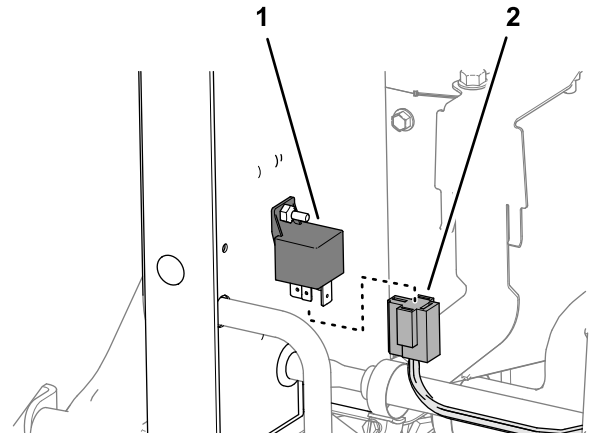

Figura 11
1. Rimuovete il connettore a 4 pale del cablaggio preassemblato della macchina dal relè della candela (Figura 11).